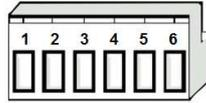

Bild 1.3 Anschlussklemme der Messfühler.
-  **Programmier-Taste(3):** Ein kurzer Druck auf diese Taste bringt den KES in den Programmiermodus, die LED (2) leuchtet rot. Wird die Busspannung bei gedrückter Taste angelegt, geht der KES in den Sicherheitsmodus.
-  **Fühleranschluss (4):** Steckanschluss der Schraubklemme (siehe Bild 1.3) zum Anschluss der Kanäle des Energiesparers. Es wird ein Messfühler pro Kanal zum Anschluss benutzt. Dazu werden die benötigten Messfühler an die jeweiligen Klemmen angeschlossen. Soll z.B. mit den drei Kanälen (A, B und C) vom KES gearbeitet werden, so muss ein Messfühler an die Klemmen 1 und 2 (assoziiert mit Kanal A), ein anderer Messfühler an die Klemmen 3 und 4 (assoziiert mit Kanal B) und ein dritter an die Klemmen 5 und 6 (assoziiert mit Kanal C) angeschlossen werden.